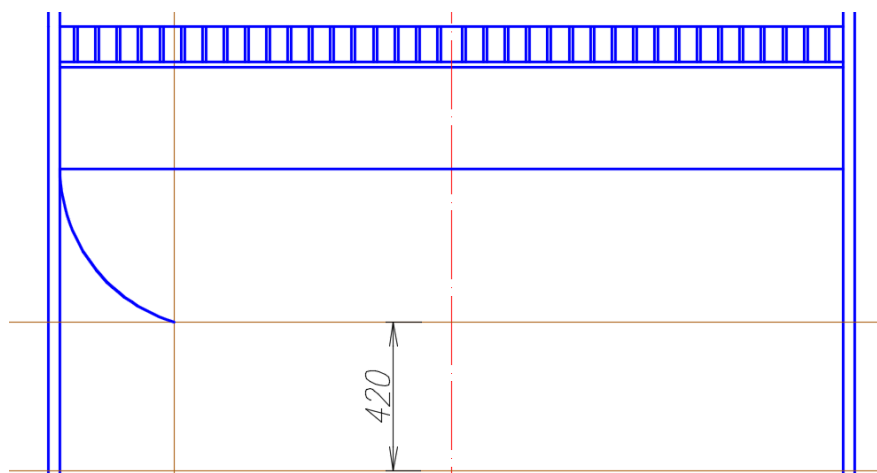

Рис. 85. Выполнение схемы перераспределительного устройства
5.2. Торговая поверхность под решеткой позволяет отводить воду от стен корпуса абсорбера. Для ее выполнения начертить дугу радиусом 450 мм: указать начальную точку *A* дуги с помощью команды *Дуга* (см. рис. 85); *ПКМ* выбрать опцию *Конец* и указать конечную точку дуги *B*; *ПКМ* выбрать опцию *радиус* и указать величину радиуса 450.